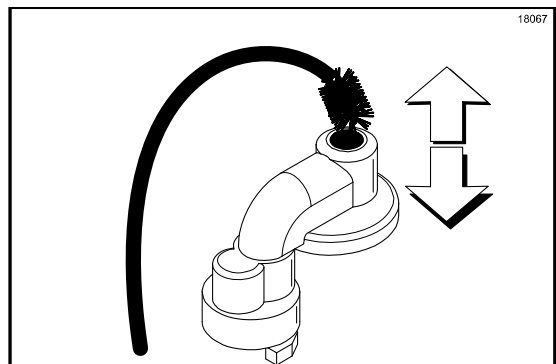

Figura 86
8. Insira a escova preta flexível pelo lado inferior da válvula de entrada. Movimente a escova para frente e para trás para esfregar esta área, principalmente em torno da esfera de aço. (Veja a Figura 86.)